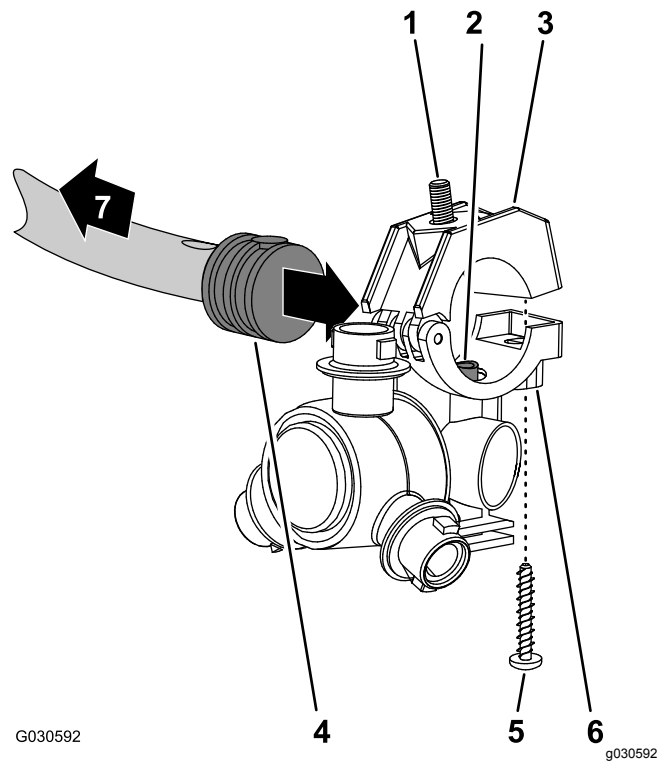
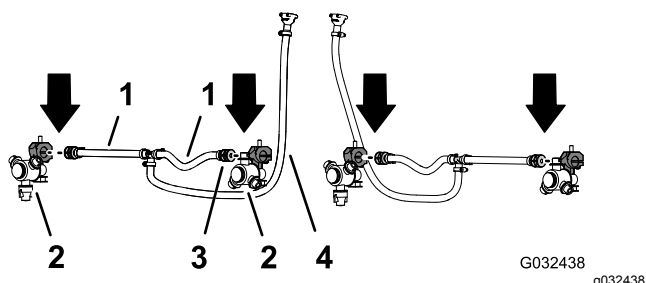

Рисунок 57
Рисунок 58
- Найдите отверстие в боковой части хвостовика одностороннего шлангового штуцера типа «елочка», установленного в конце шланга длиной 25 см, входящего в состав шлангового узла (клапан опрыскивателя 5 или 6), для средней секции опрыскивателя (Рисунок 57 и Рисунок 58).
- Выполняя действия с двумя распылительными соплами из доводочного комплекта системы опрыскивания GeoLink, выверните винт из нержавеющей стали, который крепит верхнюю половину зажима к опоре (Рисунок 57).
опрыскивателя 5 или 6) в средней секции стрелы (Рисунок 57 и Рисунок 58).
- Совместите трубу для перекачивания в опоре распылительного сопла (Рисунок 57) с отверстием в боковой части хвостовика одностороннего шлангового штуцера типа «елочка» (½ дюйма).
- Установите верхнюю половину зажима поверх хвостовика штуцера типа «елочка» и закрепите половину зажима и корпус распылительного сопла (Рисунок 57) с помощью винта из нержавеющей стали (№ 12 x 1¼ дюйма); затяните винт из нержавеющей стали с моментом от 14 до 18 Н·м.
- Используя распылительное сопло, болт с шестигранной головкой и винт из нержавеющей стали, снятые при выполнении пунктов 1 и 2 раздела Демонтаж распылительных сопел (страница 28), повторите действия, описанные в пунктах с 3 по 5, для хвостовика одностороннего шлангового штуцера типа «елочка» (Рисунок 57 и Рисунок 58), находящегося в конце другого шланга длиной 25 см (10 дюймов).